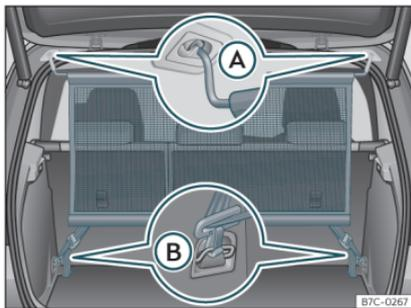

Fig. 122 Rete divisoria montata.
- Agganciare la rete divisoria nell'alloggiamento sinistro del tetto»» fig. 122 (A). Assicurarsi di tirare l'asta trasversale verso il basso oltre la posizione superiore.
• Agganciare la rete divisoria all'alloggiamento destro del tetto comprimendo la barra trasversale»» fig. 122 (A).
• Agganciare i due ganci della rete divisoria agli occhielli di ancoraggio del bagagliaio »» fig. 122 (B), quindi tendere le cinghie di fissaggio.